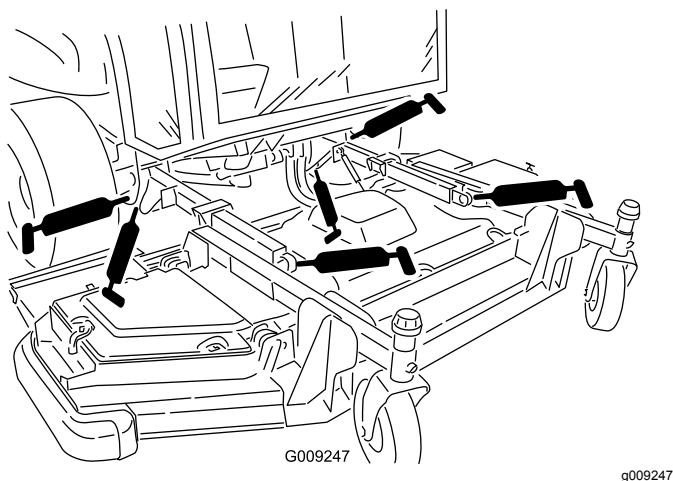

Figura 73
- 2 boccole orientabili del braccio di sollevamento (Figura 73)
- 2 giunti a sfera del braccio di sollevamento (Figura 73)
- 2 perni di articolazione del cilindro di sollevamento del piatto anteriore (Figura 73)